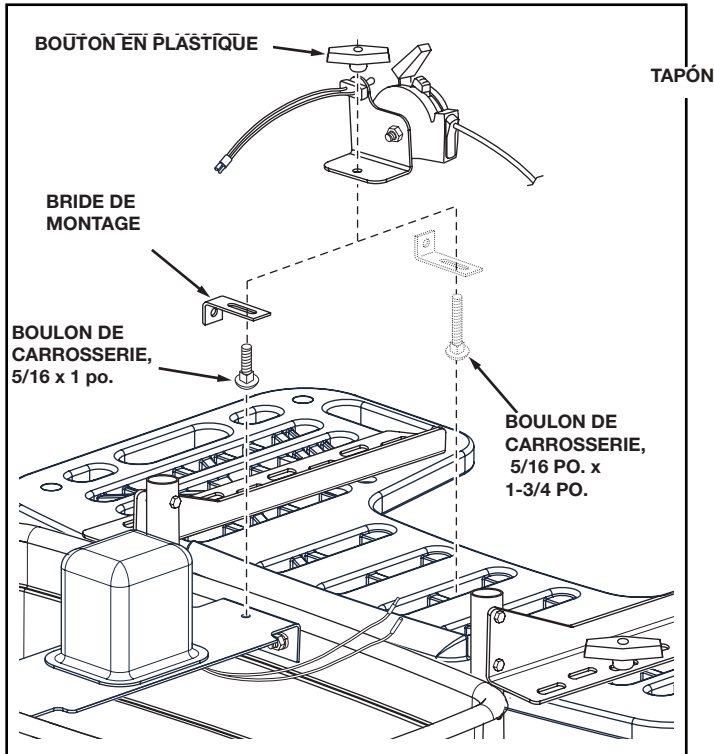

FIGURE 12
17. Fixer la commande de débit au support de fixation du moteur avec le boulon de carrosserie de 5/16 po. x 1 po., une bride de fixation et un bouton en plastique. Voir la figure 12.